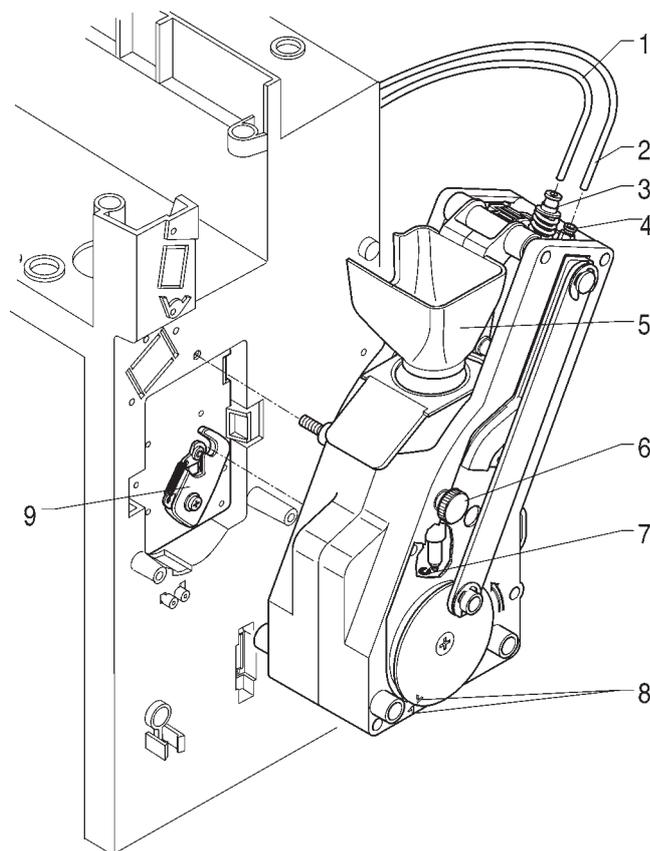

Fig. 21
- décrocher du piston supérieur le tuyau en téflon de raccordement à la chaudière et le tuyau d'actionnement hydraulique du piston, en agissant sur les anneaux colorés (voir fig. 21) ;
- Démontez l'entonnoir café (voir fig. 21) ;